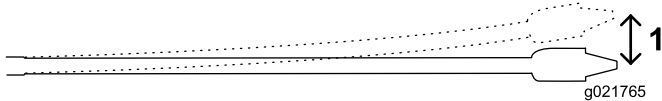

Рисунок 25
Трубы длиной 3 м, используемые в данной машине, можно изгибать с наклоном 8% по всей длине трубы; это равно отклонению от прямого пути, составляющему не более 20 см (Рисунок 25).
- Вставьте первые 3 м бурильной трубы с долотом в землю без изменения направления. Конец бурового долота будет на глубине 76 см (Рисунок 25).